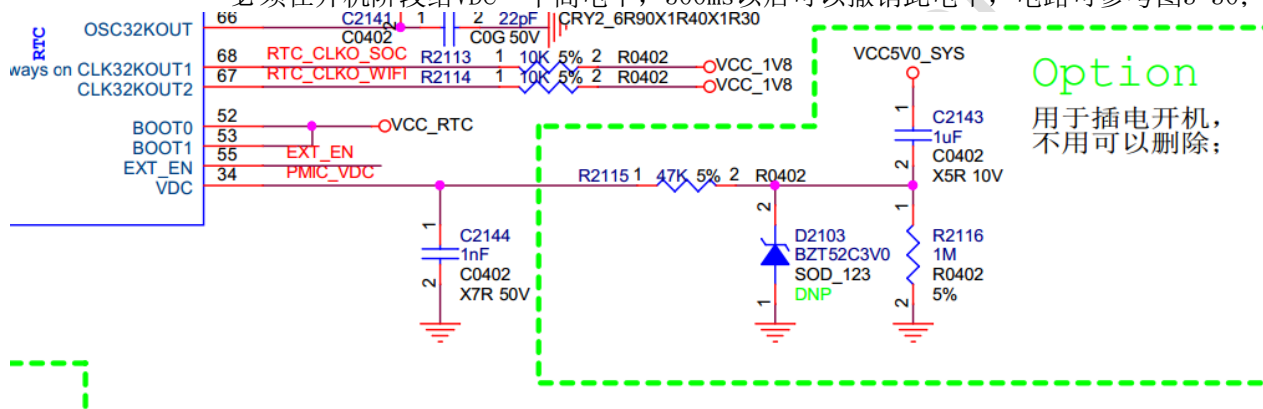

图 3-30 VDC应用电路二
- 对于Tablet/VR的应用场景，需要实现插电就自动开机的功能，并能够使用按键关机，则必须在开机阶段给VDC一个高电平，500ms以后可以撤销此电平，电路可参考图3-30；